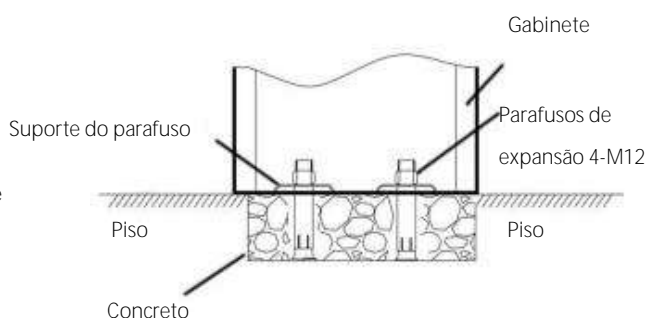

Fig. 2.3
- Instale os suportes de parafusos e use uma chave inglesa para apertar as porcas, conforme mostrado em Fig. 2.3.